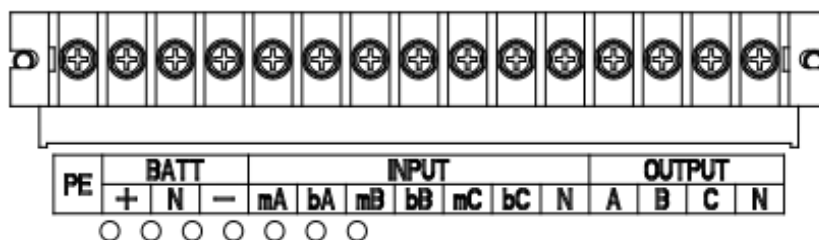

Рис. 2-11 Клеммная колодка на ИБП ЛЕГИОН-3Ф-10-К-Ш/15-20-30-40К-С
2. Снимите защитную крышку силовых клемм. Расположение клемм ввода, вывода, батарей и защитного проводника показано на Рис.2-11 – 2-13.